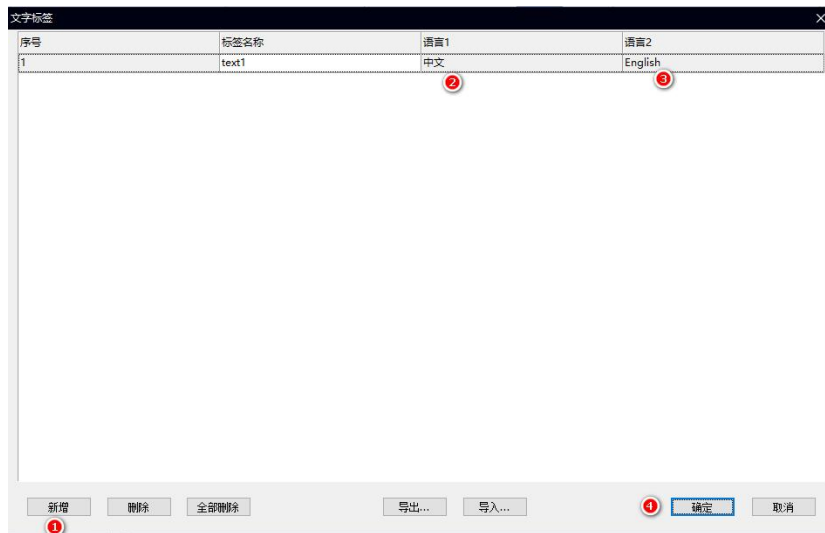

图 11-4 新增标签
1. 点击【新增】按钮新建文字标签，并且分别在【语言 1】栏目下方输入“中文”和【语言 2】栏目下方输入“English”后点击确认如下图 11-4 所示